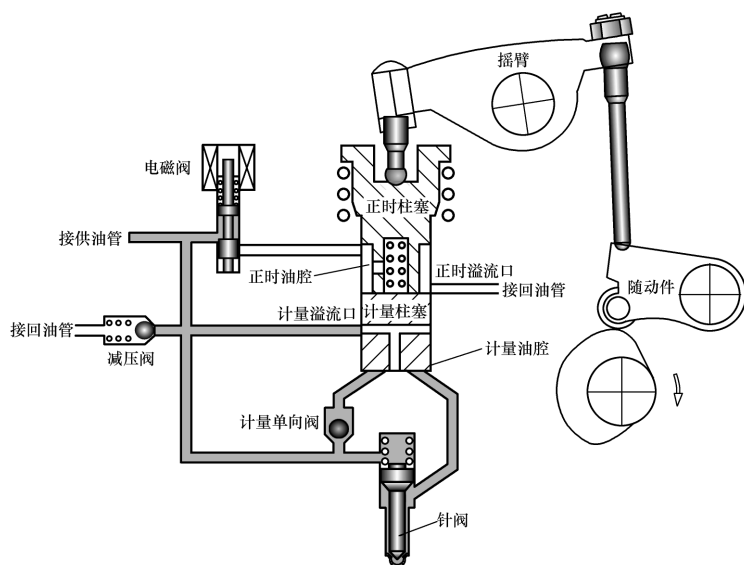

图 10-5 凸轮旋转到外基圆位置
(2) 喷油器的工作原理 ISM11 发动机喷油器采用全时双脉冲控制。在完成每个循环喷油控制过程中，ECM 为喷油控制电磁阀通、断电各两次。其具体控制过程如下。
① 凸轮顺时针旋转，随动件滚轮与凸轮外基圆相接触时，凸轮通过随动件、推杆将摇臂驱动至逆时针极限位置，此时正时柱塞、计量柱塞均处于其行程的下止点位置。此过程直至随动件滚轮开始由凸轮的外基圆向内基圆回落时才结束。
② 当随动件滚轮自外基圆向内基圆回落，正时柱塞在复位弹簧（图 10-5 中未画出）